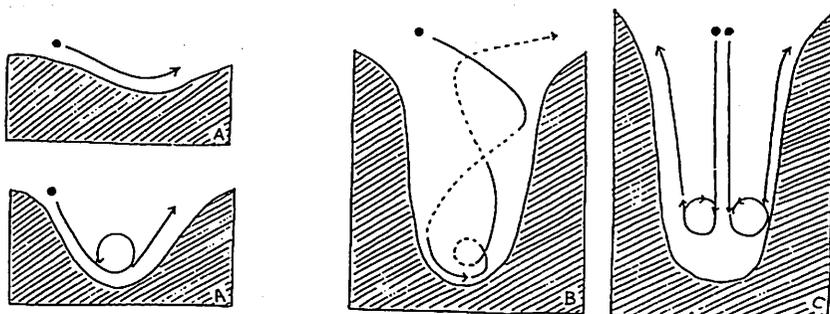

図80 水蝕の三基本形 (Alexander)
(1) 溝穴型 (図80 A) —— 岩盤の節理等にそう細長い溝状のもの。スプーン状と言えるが、これが連結すると、マルノミですき彫りした形となる (深さ5 cm, 長さ1 m以上)。
(2) 甌穴型 (かめ穴, 図80 B) —— ある程度の大きさ以下の砂礫を道具として渦流により側壁を磨蝕、打撃して洗掘りする。狭義のポット・フォールで内壁にはらせん状の溝ないし条痕がみられる。
(3) 滝壺型 (図80 C) —— 落下水による円筒流と水圧による打撃やもぎとりなどにより生じたもので、深い淵を造る。華厳の滝の後退した跡にはこのタイプのえぐれが大谷川ぞいにいくつも観察されている。その他、